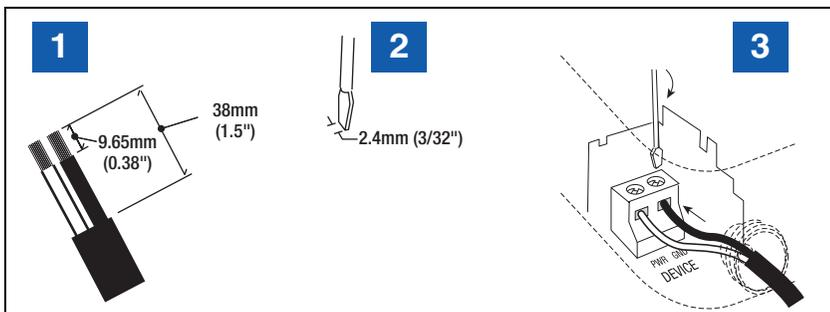
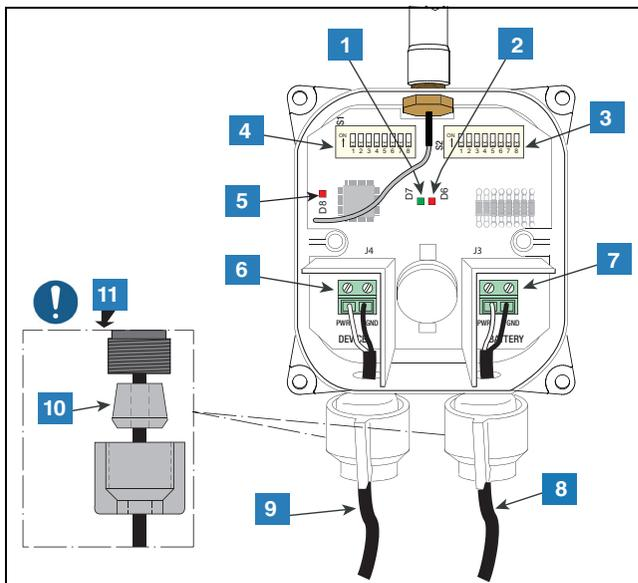

Figure 41. Câblage d'entrée typique du bornier du transmetteur
Figure 42. Connexion des câbles d'alimentation et du dispositif au transmetteur
3. Prenez les deux écrous serre-câbles et les deux manchons dans le kit de matériel d'installation. Faites glisser l'écrou puis le manchon sur chaque câble selon l'orientation illustré à la Figure 42. Vérifiez que le taraudage du manchon est orienté comme illustré à la Figure 42 pour garantir l'étanchéité.
4. Fixez le câble provenant de la protection contre les surtensions au bornier du DISPOSITIF (blanc à l'alimentation et noir à la terre) et le câble d'alimentation au bornier BATTERIE (blanc à l'alimentation et noir à la terre) comme illustré à la Figure 41 et à la Figure 42. Serrez à la main les deux écrous serre-câbles d'entrée de câble jusqu'à ce que les câbles soient fermement maintenus. Tirez sur les câbles pour vérifier que les écrous et les manchons soulagent de la contrainte les connexions des fils/bornes.
LÉGENDE DE LA FIGURE 41
LÉGENDE DE LA FIGURE 42
3. Le couvercle étant retiré du transmetteur et les (4) vis maintenues sur le couvercle par les rondelles de maintien, observez les séquences suivantes des LED du transmetteur (voir la Figure 42) :